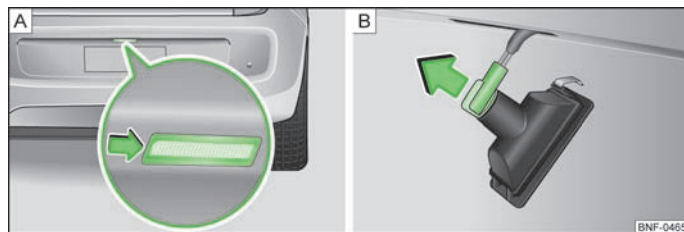

Abb. 123 Glühlampe für Kennzeichenleuchte wechseln
- › Einen geeigneten dünnen Gegenstand, z. B. einen Schraubendreher, in die Aussparung im Pfeilbereich einsetzen und die Kennzeichenleuchte vorsichtig aus dem Stoßfänger heraushebeln » Abb. 123 - **A**.
- › Den Lampenhalter **entgegen dem Uhrzeigersinn** drehen und in Pfeilrichtung herausnehmen » Abb. 123 - **B**.